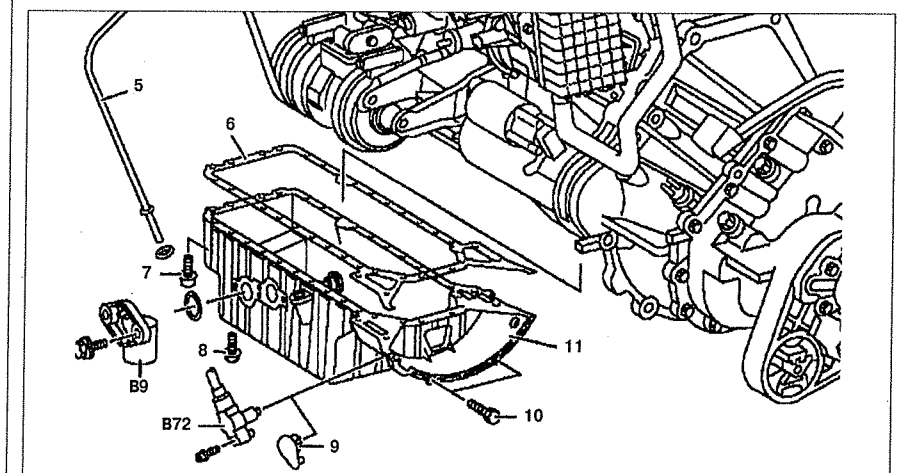

Рис. 4.41. Поддон: 5. Направляющая трубка указателя уровня масла, 6. Прокладка, 7, 8, 10. Болт, 9. Крышка, 11. Поддон.
5. Отсоедините датчик частоты вращения коленчатого вала двигателя В72 от поддона 11 (см.рис.4.41).